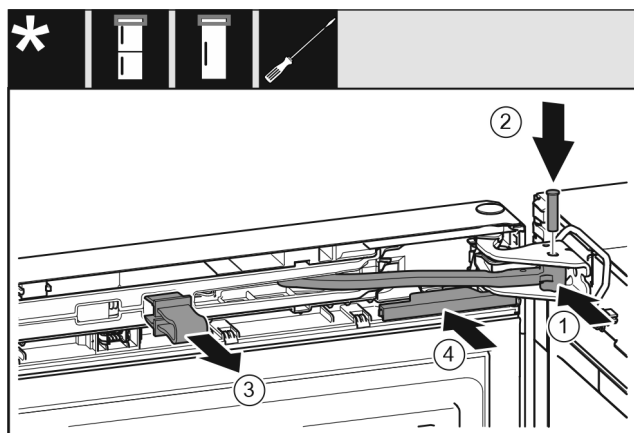

Fig. 21
- Tourner l'articulation dans le support de palier. Fig. 21 (1)
- Introduire le boulon dans le support de palier et l'articulation. Veiller à ce que l'ergot d'encliquetage repose correctement dans la rainure. Fig. 21 (2)
- Enlever l'arrêtoir. Fig. 21 (3)
- Enfiler le cache. Fig. 21 (4)